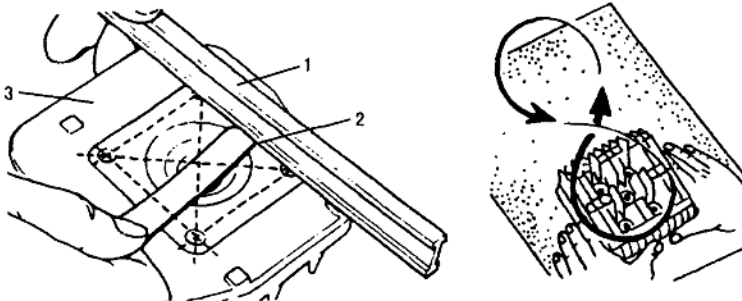

图 1-4 检修气缸盖端面变形
(3)气缸盖端面变形的检修方法:如图 1-4 所示,将气缸盖端面朝上放在工作台上,用直尺靠在气缸盖端面上,然后用塞尺测量直尺与气缸盖端面间的间隙,且要多测几个点的间隙。若测量值大于使用极限值 0.03mm,则可将一张细砂纸平放在平板上,将气缸盖端面与砂纸贴合,用双手压着气缸盖沿“8”字形路线进行研磨。研磨时手的压力应均匀,要边研磨边测量,直到符合要求为止。磨平后用汽油或煤油将气缸盖清洗干净,然后将气缸盖放在金相砂纸上推光。若气缸盖端面变形值过大,采用上述研磨方法修理将会使燃烧室容积变小而使压缩比增大,引起发动机爆震,应更换气缸盖。